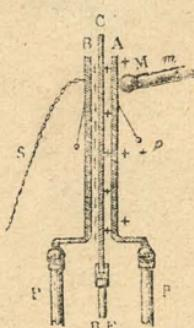

Fig. 172.—Carga del condensador.
*Carga de los platillos.*—Estando solo el platillo *A* y funcionando la máquina *M*, el péndulo *P* señala electrización (fig. 172). Si se acerca el platillo *B* que comunica con el suelo por medio de la cadena *S*, el péndulo *B* diverge más, hay pues aumento ó condensación de electricidad en *A*. Esa condensación proviene de la descomposición del fluido neutro de *B* por el fluido (+) de *A* que rechaza el fluido (+) en el suelo y atrae el fluido (-); y este último, obrando á su vez sobre el fluido de la máquina, lo atrae en mayor cantidad sobre el disco *A*.